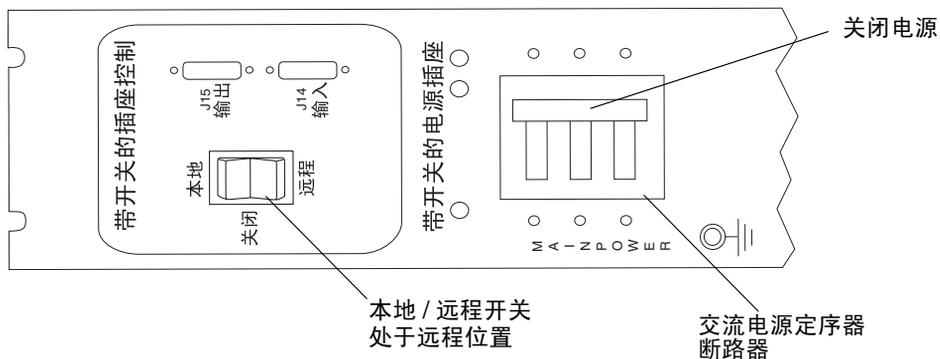

图 B-12 交流电源定序器控制面板：电源关闭
7. 要将主电源（位于基本机箱的前下方和后下方）从系统拆除，请将交流电源定序器的两个断路器向上推到关闭位置（图 B-12）。